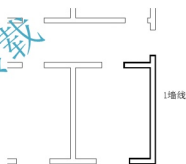

图 2.124 将合并后的墙线加粗
⑤ 在输入选项, [打开(O)/合并(J)/宽度(W)/编辑顶点(E)/拟合(F)/样条曲线(S)/非曲线化(D)/线型生成(L)/放弃(U)]: 提示下, 输入“W”后按 Enter 键, 表示要改变线的宽度。
⑥ 在指定所有线段的新宽度: 提示下, 输入“50”, 表示将线的宽度由 0mm 改为 50mm。
⑦ 按 Enter 键结束命令, 结果如图 2.124 所示。